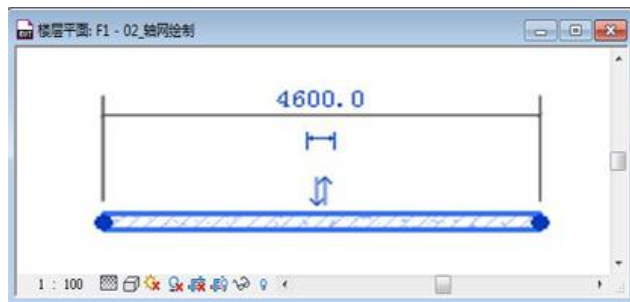

图 2-7
**【注意】** Revit 中的墙体可以设置真实的结构层、涂层，即墙体的内侧和外侧可能具有不同的涂层，顺时针绘制可以保证墙体内部涂层始终向内，选择任意一面墙体（如图 2-7 所示），可单击墙体一侧出现的双向箭头，翻转面，出现箭头的一侧为墙体外侧。